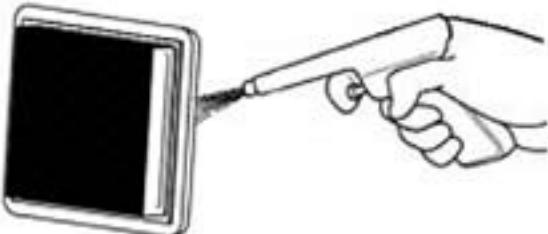

Figura 13
3. Eliminar la suciedad del elemento del filtro con aire comprimido. (Véase la figura 13).